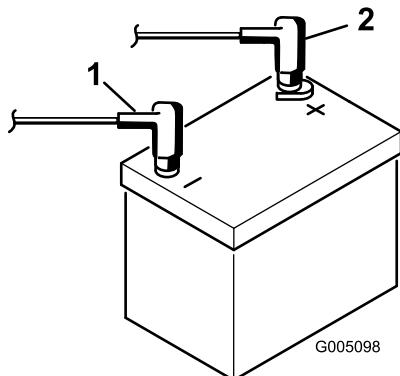

图 45
- 断开电池的负极接线黑色然后断开电池的正极接线红色 图 45。
- 使用先前卸下的螺栓和螺母将正极红色接线连接到正极 + 电池端子负极黑色接线连接到负极 - 电池端子 图 45。将橡皮套滑动到正极电池端子上防止可能发生的短路情况。